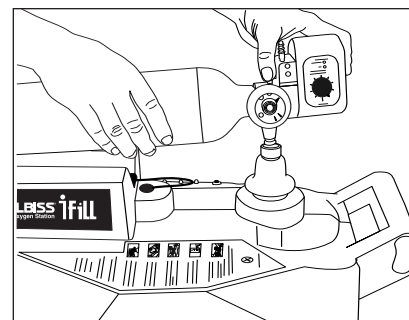

Figure 2
4. Placez la bouteille sur le berceau en alignant le raccord de mamelon de la bouteille d'oxygène sur le raccord de remplissage. Appuyez sur la bouteille jusqu'à ce que vous entendiez un déclic indiquant qu'elle est enclenchée (Figure 2). **REMARQUE**— Pour soutenir les bouteilles d'oxygène M4 ou M6 plus petites, placez l'adaptateur de bouteille/capuchon du raccord de remplissage dans le berceau. Les bouteilles d'oxygène ML6, C, D ou E plus grandes n'ont pas besoin de l'adaptateur de bouteille/capuchon de raccord de remplissage pour tenir, et ce dernier peut donc pendre sur le côté.